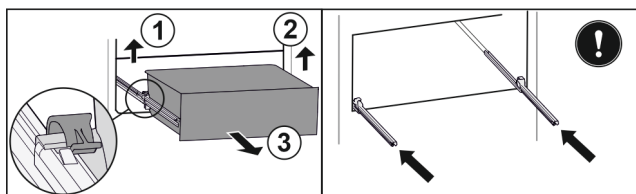

Fig. 153
- ▶ Zvedněte levou svorku a současně vytáhněte zásuvku vlevo dopředu. Fig. 153 (1)
- ▶ Zvedněte pravou svorku a současně vytáhněte zásuvku vpravo dopředu. Fig. 153 (2)
- ▶ Vyjměte zásuvku dopředu. Fig. 153 (3)